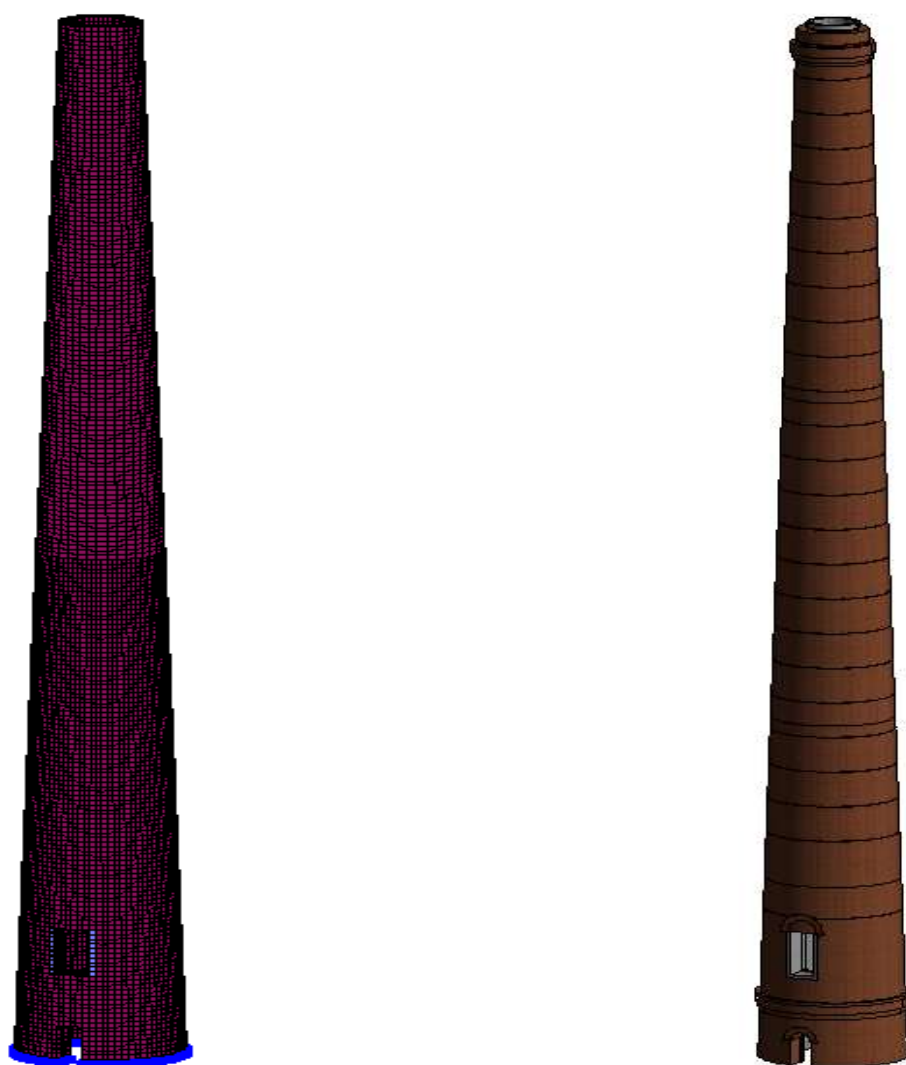

Рис. 1. BIM-модель (слева) и КЭ расчетная модель (справа) высотной дымовой трубы
2) надстройка Dynamo на основе полученных данных расставляет узлы в пространстве проекта Revit и размещает по ним как по опорным точкам заранее настроенные типовые ярусы (семейства на основе адаптивных трубы (рис. 1, слева) в проекте автоматически создается некоторый набор стандартных видов дымовой трубы и заполненных спецификаций;
5) инженер с помощью программы Лира-САПР импортирует объемную модель. Пространственный вид расчетной модели показан на рис. 1.